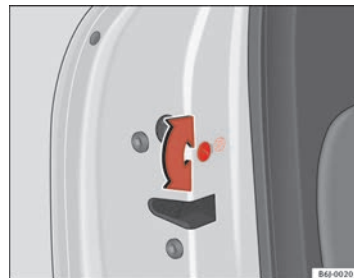

Abb. 42 Kindersicherung in der linken Tür
- Drehen Sie bei geöffneter Tür den Schlitz mit dem Fahrzeugschlüssel bei der linken Tür gegen den Uhrzeigersinn ⇒ Abb. 42 und bei der rechten Tür im Uhrzeigersinn. ▶
- Drehen Sie bei geöffneter Tür den Schlitz mit dem Fahrzeugschlüssel bei der rechten Tür gegen den Uhrzeigersinn und bei der linken Tür im Uhrzeigersinn ⇒ Seite 83, Abb. 42.